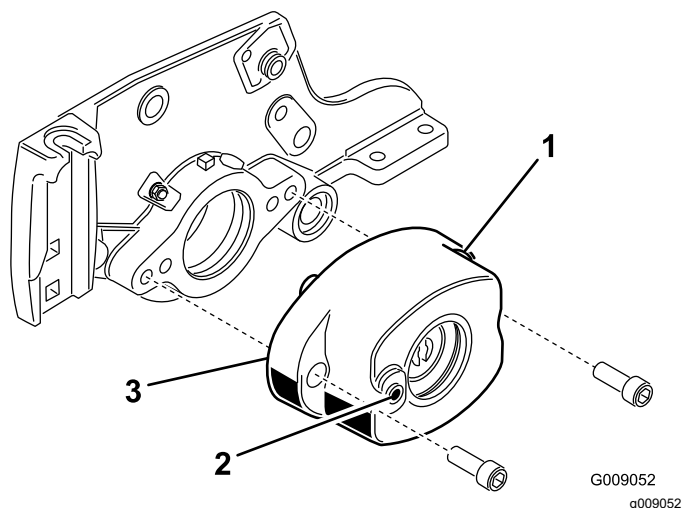

**Рисунок 5**
- Только для комплекта щетки катка модели 03668: установите желтое уплотнительное кольцо на корпус щетки катка (**Рисунок 5**).